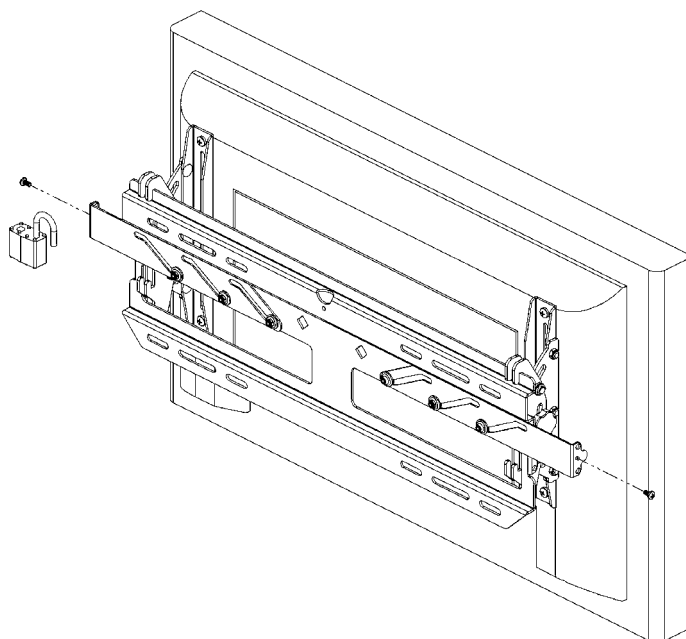

Figura 10. Remova as ferragens de segurança
1. Se for o caso, remova os parafusos autoperfurantes (70) e/ou cadeados de ambos os lados da placa de parede. Essas ferragens proporcionam segurança (consulte a figura 10).
2. Deslize os engates de segurança para fora em ambos os lados, para soltar o monitor da base de parede (consulte a figura 10).